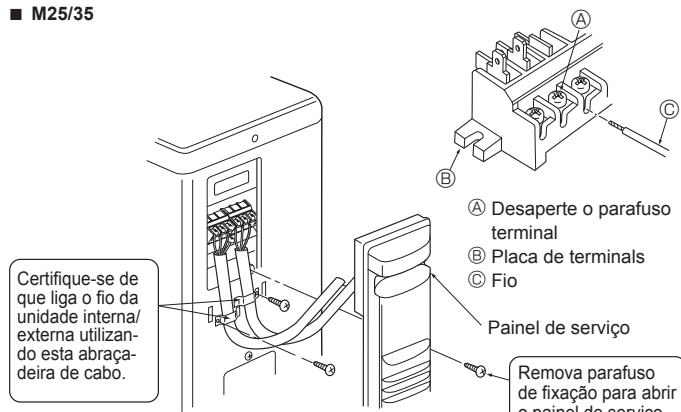
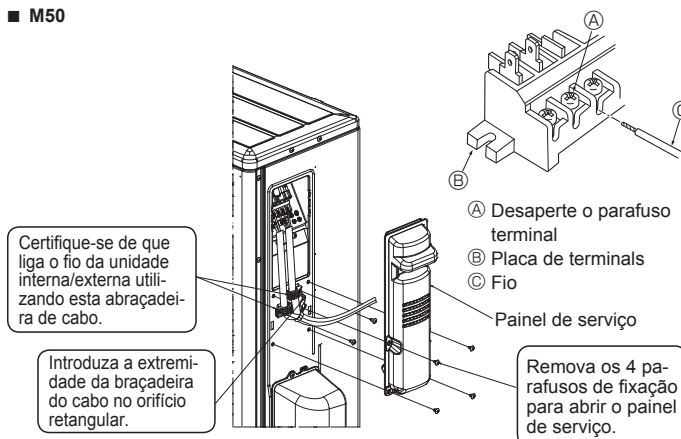
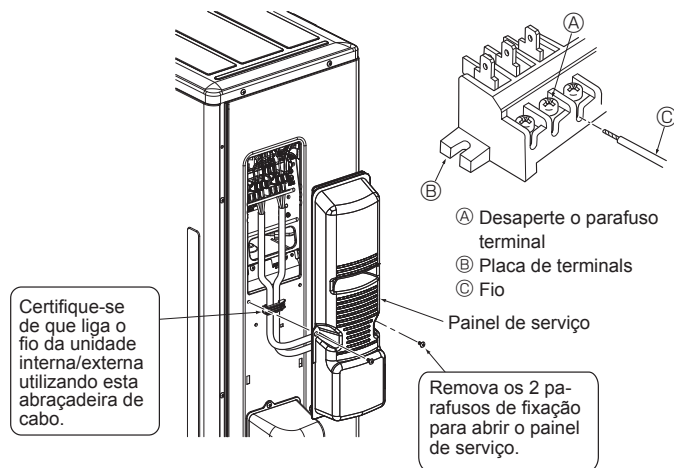

Fig. 6-3
Fig. 6-4
Fig. 6-5
6.1. Unidade exterior (Fig. 6-1, Fig. 6-2, Fig. 6-3, Fig. 6-4, Fig. 6-5)
- ① Retire o painel de serviço.
- ② Ligue os cabos referentes à Fig. 6-1, Fig. 6-2, Fig. 6-3, Fig. 6-4 e Fig. 6-5.